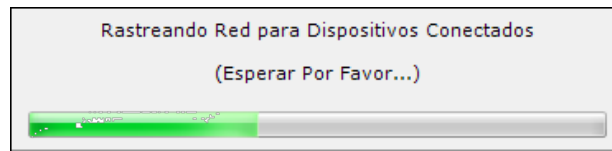

Figura 126. Búsqueda de dispositivos conectados
4. Si no se conoce la dirección IP, se puede realizar un escaneo (Figura 126) para buscar en todos los dispositivos conectados haciendo clic en el botón *Ethernet* en el cuadro de Descubrimiento